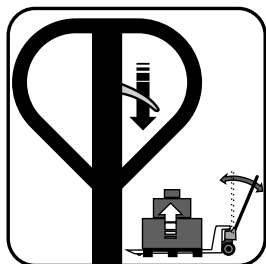

Fig. 6 – Elevando a carga
- Posicione a alavanca para baixo e movimente o cabo para elevar a carga (fig. 6).